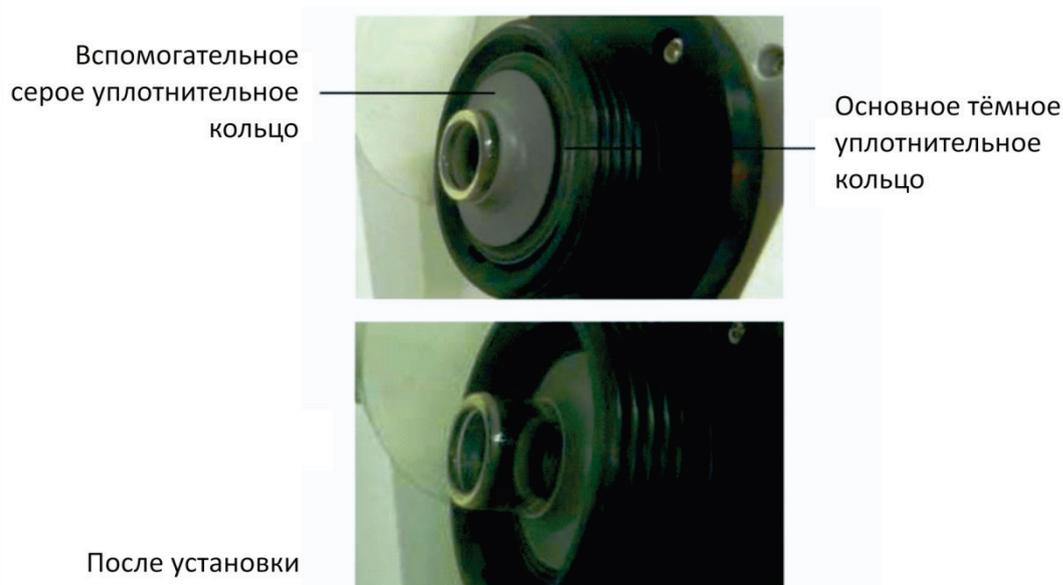

Рисунок 3
- 8.3. Монтаж уплотнительных колец (Рисунок 3).